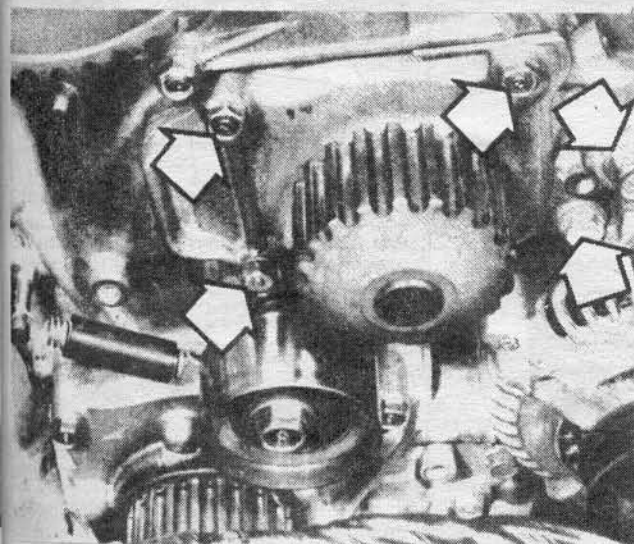

Рис. 8.7 Болты крепления помпы показаны стрелками.
7. Снимите болты крепления помпы (см. рис. 8.7) и демонтируйте ее с двигателя.